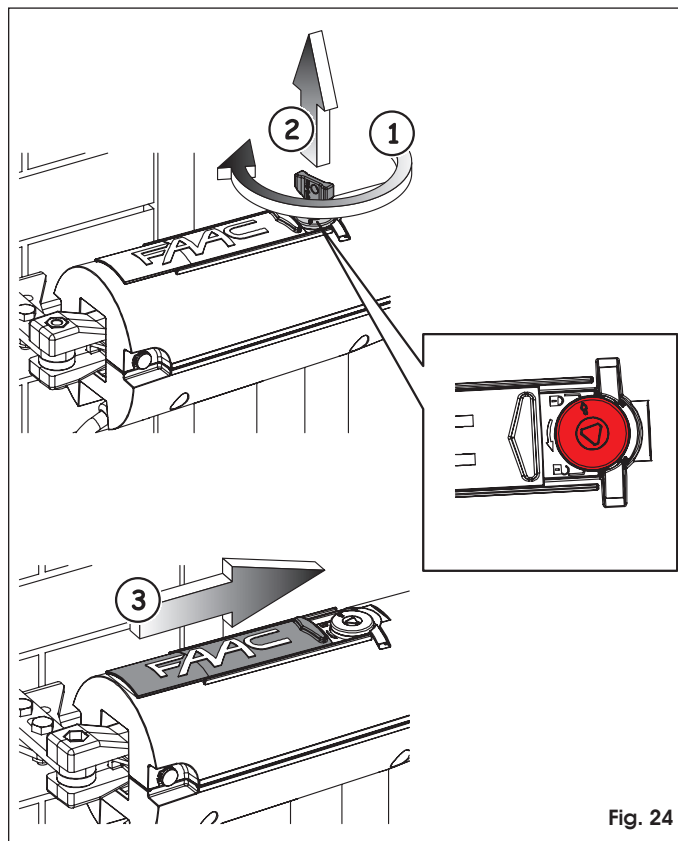

Fig. 24
2. Tourner la clé de déverrouillage en sens horaire jusqu'à son arrêt, figure 24 réf. ①, et extraire la clé, figure 24 réf. ②. La position de blocage est signalée par un cadenas fermé.
3. Fermer le capuchon de protection, figure 24 réf. ③.